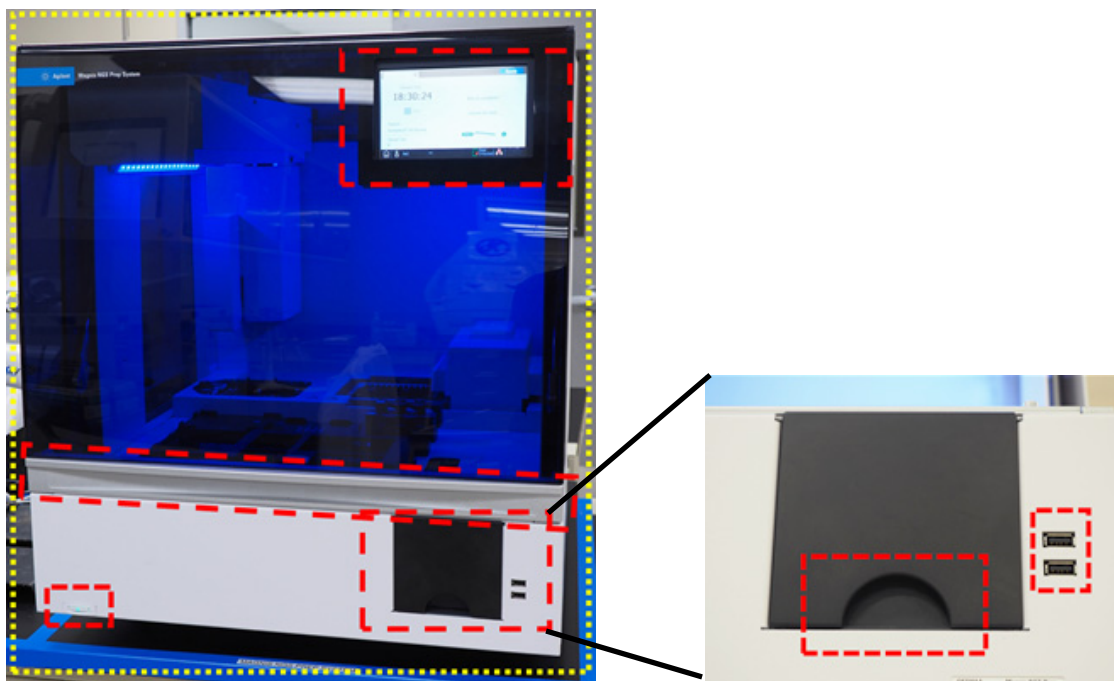

图 28 要擦拭的仪器正面的外表面
- b 仪表外部 – 前面：**关闭仪器门。用经过 70% 异丙醇弄湿的实验室擦巾，轻轻擦拭图 28 中用黄色和红色勾勒出的表面区域。这些区域包括触摸屏、电源按钮、Waste Bin 门（包括用于协助打开 / 移除操作时的凹陷部位）和前面的有机玻璃。拉出 Waste Bin 抽屉，擦拭 Waste Bin 的内部。擦拭 USB Port 周围区域（不要弄湿电气接触点）。所有用黄色勾勒出的区域都需要擦拭。用红色勾勒出的区域需要特别注意并仔细清洁。